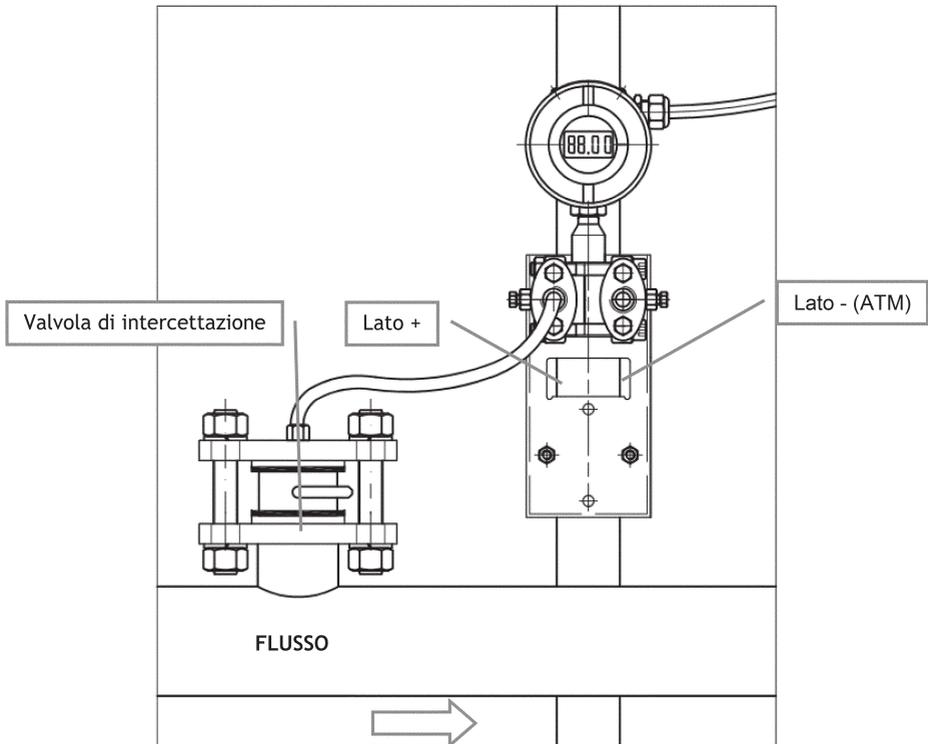
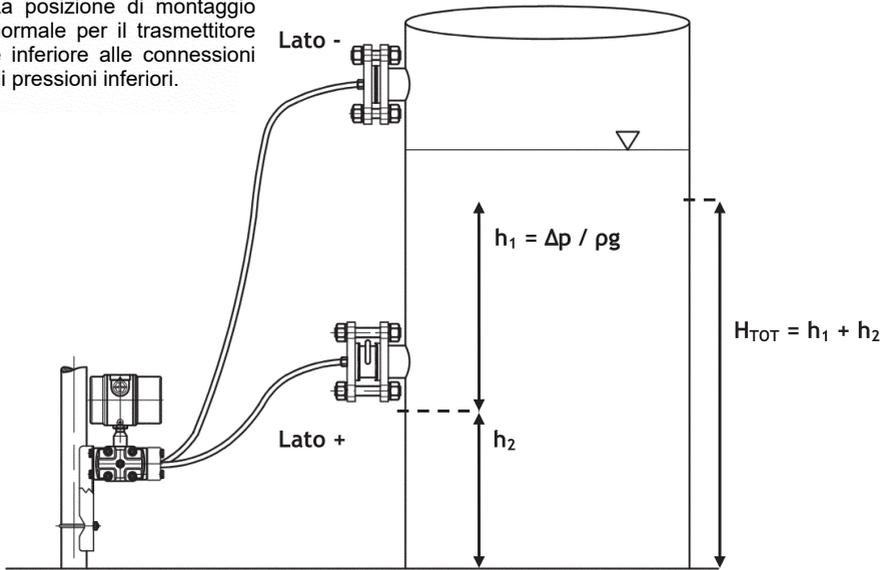
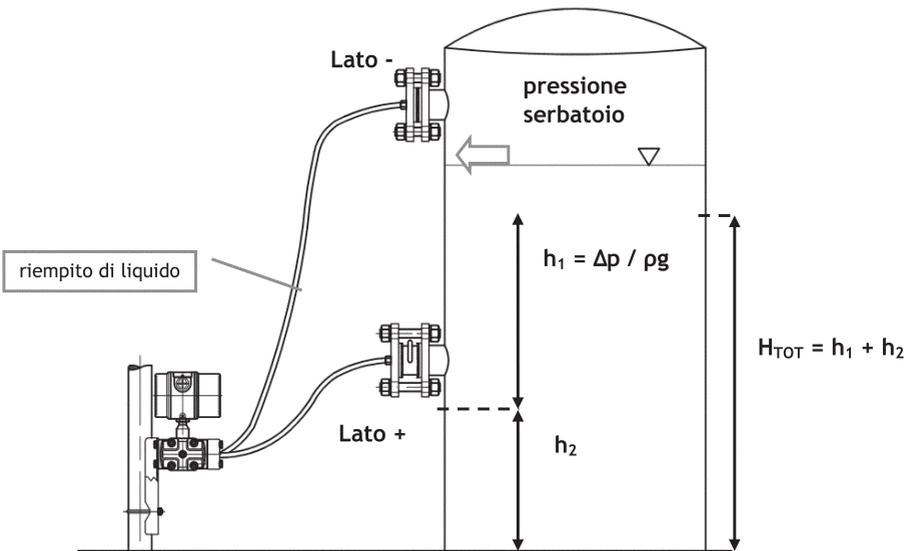
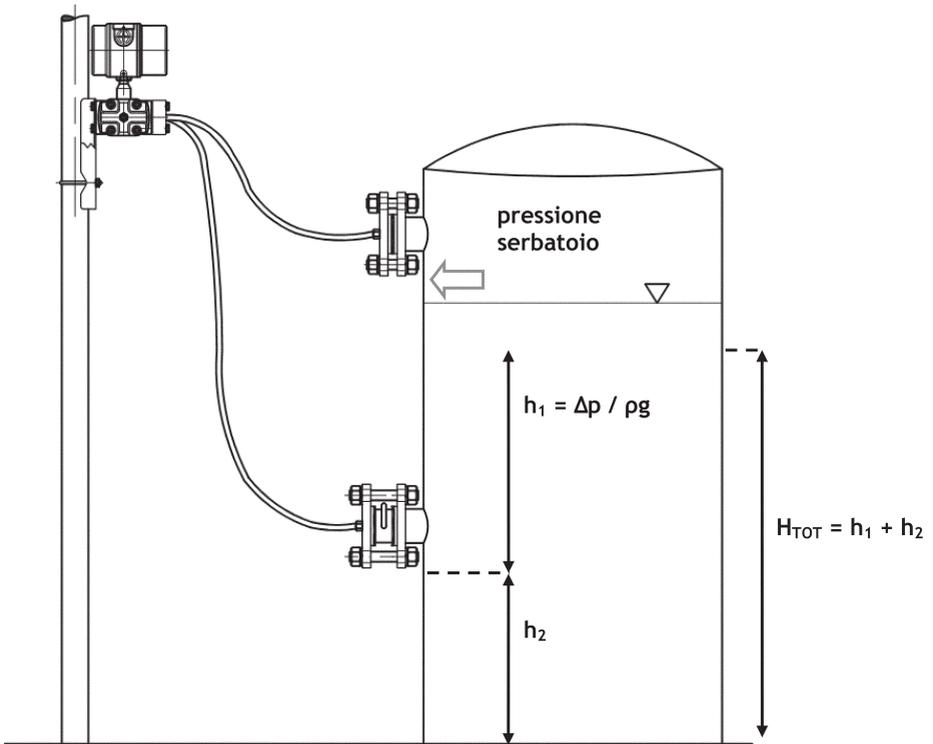

Fig. 3 - Misurazioni della pressione relativa in linee di tubazioni
Fig. 4 - Misure di livello in serbatoi aperti
Fig. 5 - Misure di livello in serbatoi chiusi con vapori corrosivi
Fig. 6 - Misure di livello in serbatoi chiusi con vapori asciutti e puliti
I trasmettitori LD377B possono essere utilizzati per misure di pressione relativa o misure di livello in serbatoi o tubazioni. In **Fig. 3** è illustrato il montaggio più semplice, diretto sulla tubazione.
Fig. 3, Fig. 4, Fig. 5 e Fig. 6 mostrano alcune delle installazioni raccomandate da ISO 2186 Standard. Fare riferimento a questo standard per maggiori informazioni.
- Con riferimento alla Fig. 5: i tubi discendenti possono essere riempiti con i vapori di condensa del fluido di processo o con liquido inerte per evitare il contatto diretto con la membrana del trasmettitore.
- Con riferimento alla Fig. 6: il trasmettitore può essere montato sopra le connessioni di processo solo quando è in servizio con vapori del gas asciutti e puliti senza guarnizione liquido.